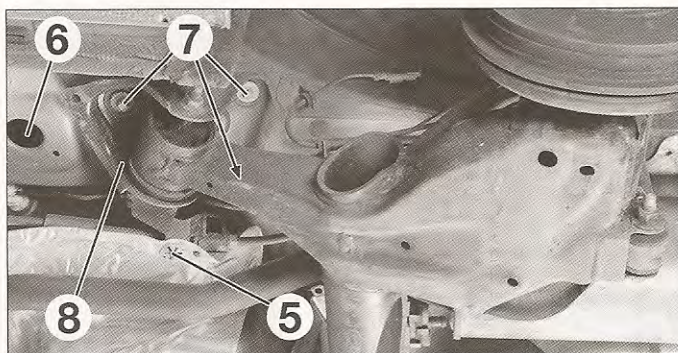

FIG. 22
- Desmontar la arandela (5) de la chapa protectora del calor del tren trasero (fig. 22).
- Realizar un montaje rígido que incluya los centradores fijos (3) idéntico al tren delantero (fig. 9) correspondiente a los orificios (6) (fig. 22) para la sujeción y el centrado durante el ensamblado de la cuna.
- Desmontar los tornillos (7) de fijación del soporte (8) de tren trasero.
- disponer la cuna correctamente con los centradores (3) (fig. 9) en los orificios (7) (fig. 22).